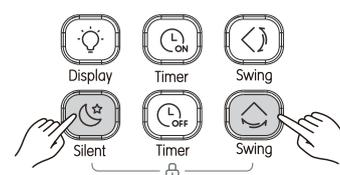

Figura 3.20
- 1) Pressione  e  ao mesmo tempo para bloquear os botões do controle remoto (Figura 3.20). O display exibe o ícone  ;